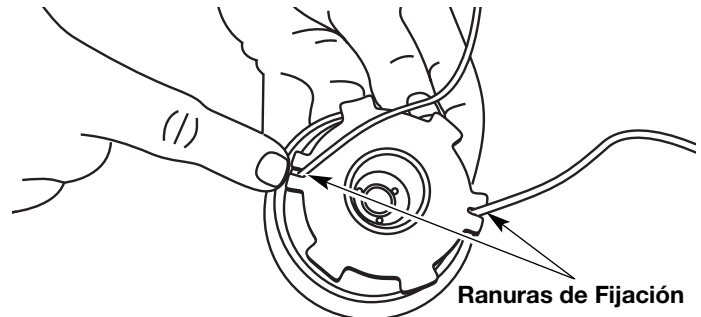

Fig. 23
12. Inserte los extremos de la línea en las dos ranuras de fijación (Fig. 23).